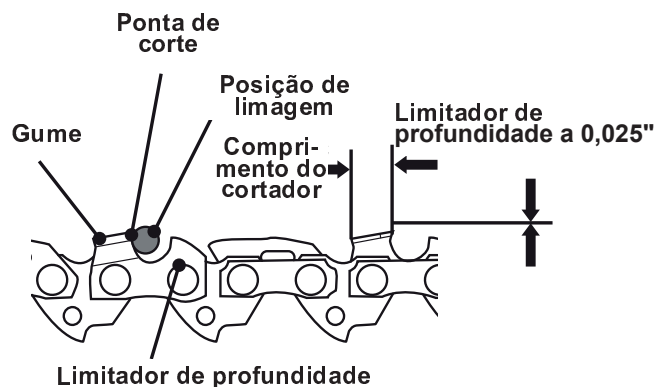

Fig. 47c
- > Use um calibrador de limitador de profundidade para verificar a profundidade. As ferramentas de medição de profundidade encontram-se disponíveis nos principais fornecedores de ferramentas (Fig. 47c).